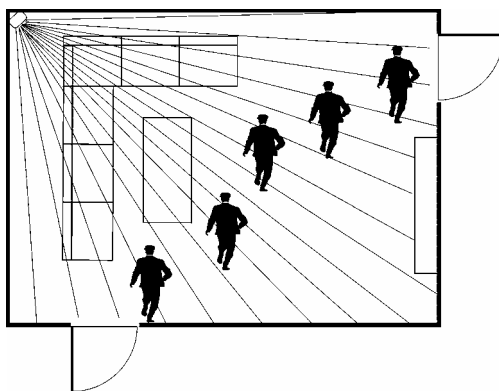

Рис. 1. Зона обнаружения. Вид СВЕРХУ
- Располагайте извещатель таким образом, чтобы он осуществлял контроль участка в месте, наиболее вероятного проникновения нарушителя (см. Рис. 1).